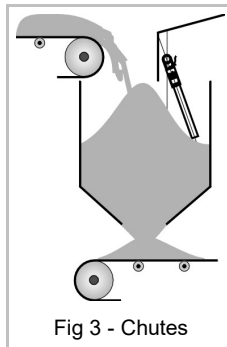

Fig 3 - Chutes
- Controle de nível de chutes (fig. 3.)